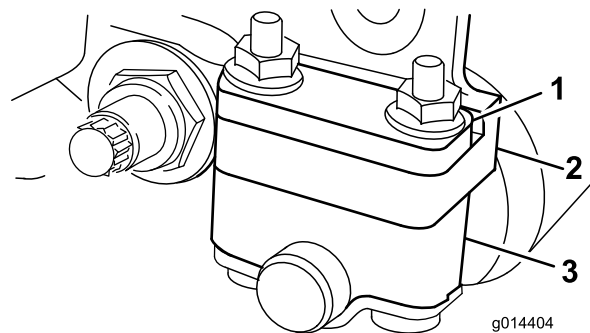
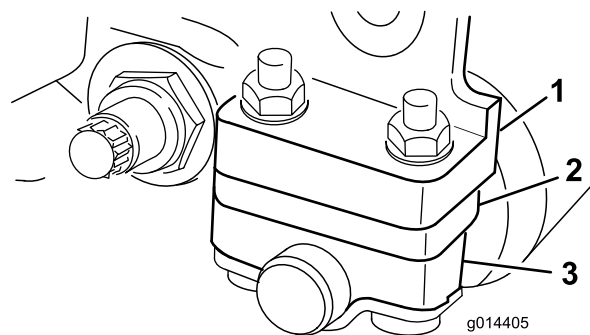

Figura 6
Figura 7
- Collocate il distanziale sotto la flangia di montaggio della piastra laterale se l'altezza di taglio è compresa tra 3 mm e 25 mm, come illustrato nella Figura 7.
2. Rimuovete i (2) dadi che fissano ogni staffa del rullo e ogni distanziale a ciascuna flangia di montaggio della piastra laterale.
4. Posizionate i distanziali sui bulloni sopra o sotto le staffe del rullo, come opportuno (Figura 6 o Figura 7).
In base all'altezza di taglio desiderata occorrerà regolare le staffe del rullo posteriore (Figura 6 o Figura 7) nella posizione bassa o alta:
- Collocate il distanziale sopra la flangia di montaggio della piastra laterale (impostazione di fabbrica) se l'altezza di taglio è compresa tra 1,5 mm e 6 mm, come illustrato nella Figura 6.